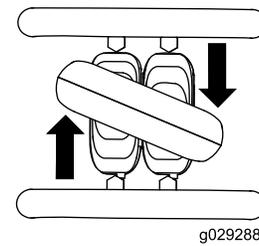

Bild 9
- Drehen Sie den Fahrtriebshebel nach rechts, um nach rechts zu fahren (**Bild 9**).